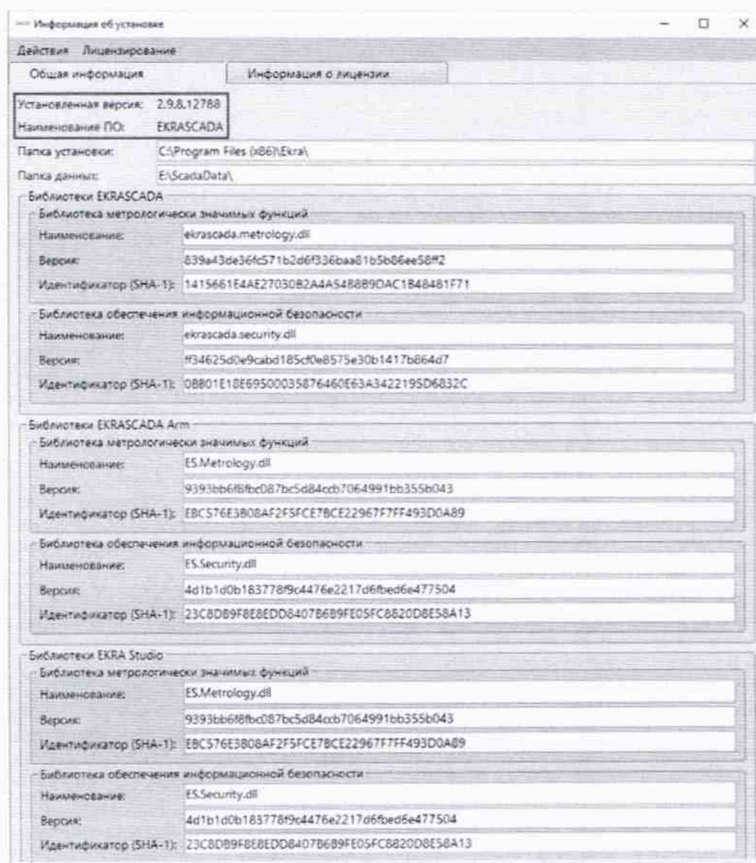

Рисунок 4 – Версии метрологически значимых библиотек УСПД с ОС семейства Windows
9.3. Через «Меню Пуск -> Все программы -> EKRA -> EKRASCADA» запустить ПО «Информация об установке» (для ОС семейства Windows см. рисунок 4) и зафиксировать наименование и версию ПО EKRASCADA.